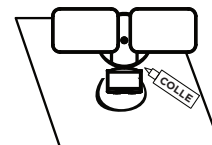

Fig. 6
07. Après avoir monté la lampe activée par le mouvement, appliquez un composé de scellant en silicone (non inclus) autour du périmètre de la plaque de couverture. Cela scellera l'endroit où l'arrière de la plaque de couverture rencontre la surface de montage. Le scellant empêchera l'eau de s'infiltrer dans la boîte de jonction (voir fig. 6).